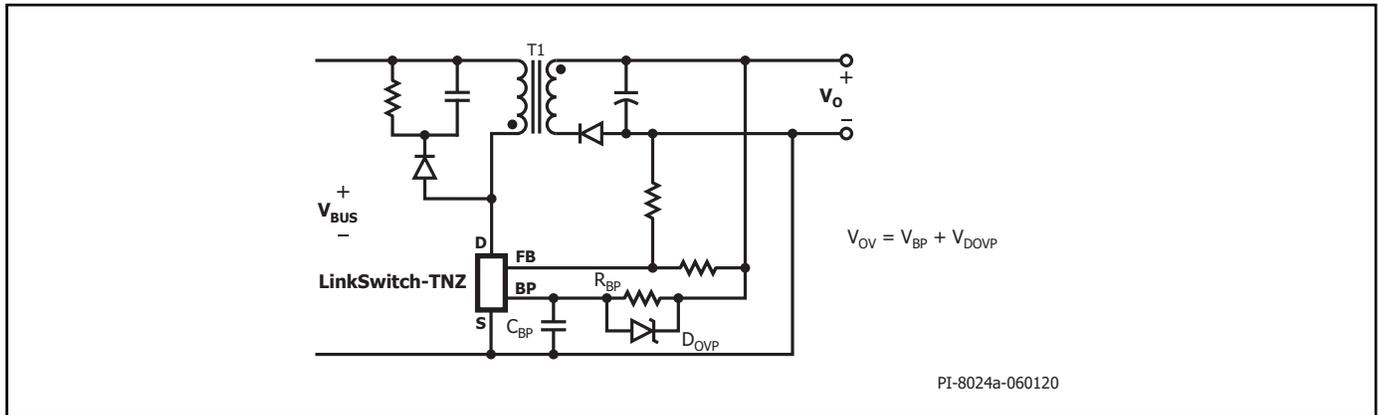

図 6. 出力過電圧保護機能を備えた非絶縁型フライバックコンバータ (Z1/Z2 回路は明示されていない)
FEEDBACK ピンのフィードバック入力回路は、 V_{FB} (2.0 V) に設定された低インピーダンス ソース フォロウ出力で構成されます。このピンに供給される電流が I_{FB} (49 μ A) を超えると、フィードバック回路の出力で low ロジックレベル (ディゼーブル) が作られます。この出力は、クロック信号の立ち上がりエッジにおける各サイクルの開始点でサンプリングされます。High レベルの場合はそのサイクルでパワー MOSFET がオン (イネーブル) になりますが、Low レベルの場合はオフ (ディゼーブル) のままとなります。サンプリングは、各サイクルの開始点でのみ行われます。サイクルの残りの期間に発生する FEEDBACK ピンの電圧または電流の変化は、MOSFET のイネーブル/ディゼーブルのステータスに影響しません。MOSFET が少なくとも 2 サイクル連続でイネーブルの場合に、 I_{FBSD} を超える電流が FEEDBACK ピンに入ると、部品はスイッチングを停止し、オートリスタート OFF タイムに入ります。オートリスタートのオフ時間が経過すると、通常のスイッチングが再開されます。このシャットダウン機能を使用すると、フライバックコンバータで入力過電圧保護に対応できます (図 6 を参照)。FEEDBACK ピンへの電流は 1.2 mA 未満に制限する必要があります。
5.0 V レギュレータは、MOSFET がオフのときに DRAIN 電圧から電流を引き込むことによって、BYPASS ピンに接続されたバイパス コンデンサを V_{BP} まで充電します。BYPASS ピンは LinkSwitch-TNZ の内部回路用電源ピンです。MOSFET がオンすると、LinkSwitch-TNZ はバイパス コンデンサに蓄積されたエネルギーで動作します。内部回路の消費電力は極めて小さいため、LinkSwitch-TNZ は、DRAIN ピンから供給される電流で連続的に動作することが可能です。バイパス コンデンサの値が 0.1 μ F であれば、高周波デカップリングにも電力供給にも十分対応できます。さらに、外付け抵抗を介して BYPASS ピンに電流が供給される際に、BYPASS ピン電圧を $V_{BP(SHUNT)}$ (5.2 V) にクランプするシャント レギュレータがあります。これにより、バイパス巻線を介した LinkSwitch-TNZ への外部電力の供給が容易になり、無負荷時電力消費を約 10 mW まで減らすことができます (フライバック回路の場合)。 I_{BPSD} 以上の電流が BYPASS ピンに供給されると、デバイスは瞬時にスイッチングを停止して、オートリスタート モードになります。フライバックコンバータにおいて、出力電圧から BYPASS ピンに外付けツェナーダイオードを追加すると、ヒステリシス OVP 機能を使用できます (図 6 を参照)。BYPASS ピンへの電流は 16 mA 未満に制限する必要があります。
フライバックコンバータで OVP 機能を実現するには、出力電圧と BYPASS ピンをツェナーダイオードで接続します。図 6 の回路例に、出力過電圧保護を簡単に実装する方法を示します。さらにフィルタを追加するには、小さい値 ($10 \Omega \sim 47 \Omega$) の抵抗を OVP ツェナーダイオードと直列に挿入します。OVP ツェナーダイオードと直列の抵抗は、BYPASS ピンへの最大電流も制限します。電流は 16 mA 未満に制限する必要があります。